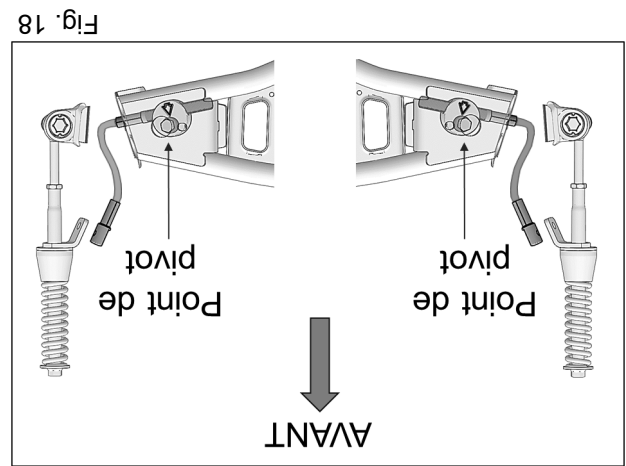

Fig. 18
10. À l'assemblage, assurez-vous que le point de pivot du disque en aluminium soit positionné en avant du câble du limiteur de conduite. Voir la Fig. 18